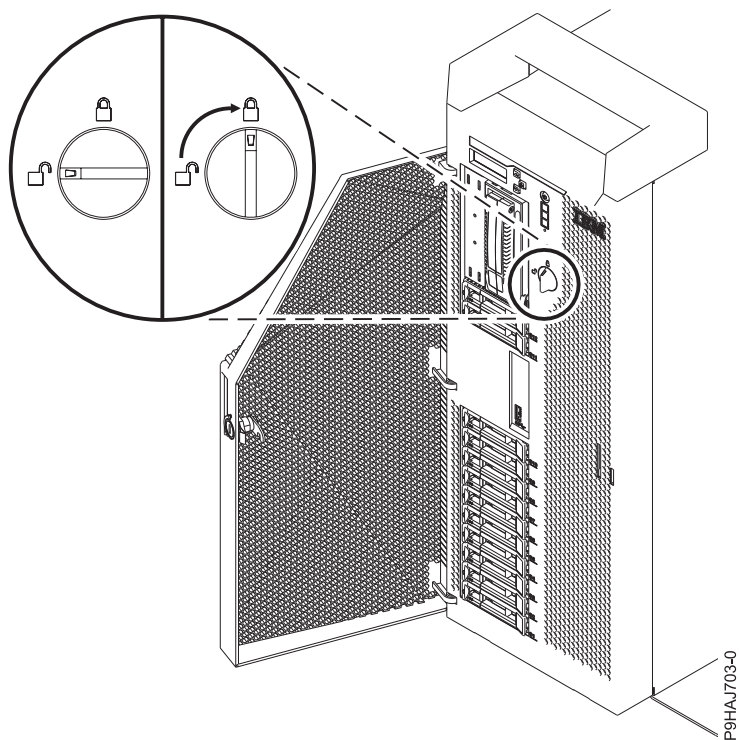

Figura 24. Cierre del pestillo de la cubierta frontal
4. Gire el pestillo de la cubierta hacia la derecha (en el sentido de las agujas del reloj) para fijar la cubierta como se muestra en la Figura 24 en la página 42. En el sentido vertical queda bloqueado; en el sentido horizontal queda desbloqueado.